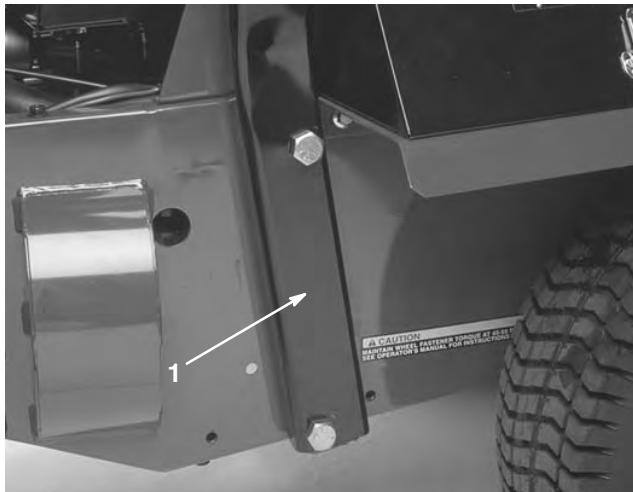

Figura 15
1. Baje la barra anti-vuelco sobre el bastidor, alineando los taladros de montaje según muestra la Figura 15.